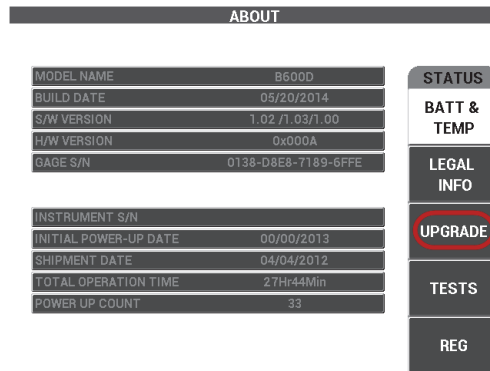

図 7-4 更新メニュー
3. C キーを押し、**更新メニュー**を選択します（188 ページの図 7-4 参照）。